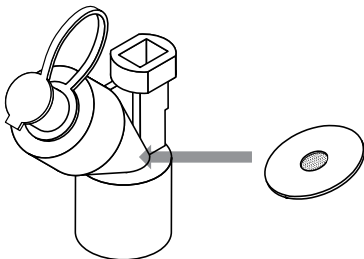

Figure 2. Technologie à tamis vibrant en palladium d'Aerogen
- Ne pas appliquer de force excessive sur la partie bombée située au centre du nébuliseur (Figure 2).